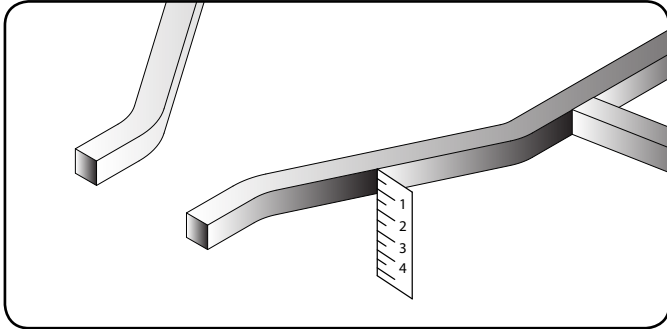

Figura 23 - Medición del marco
1. Mida el grosor del tubo de su marco y placa deslizante (si está instalada), vea figura 23. Luego corte los espaciadores de goma provistos a  $\frac{1}{4}$  in. (6.4 mm) mas largo que el grosor del tubo del marco.